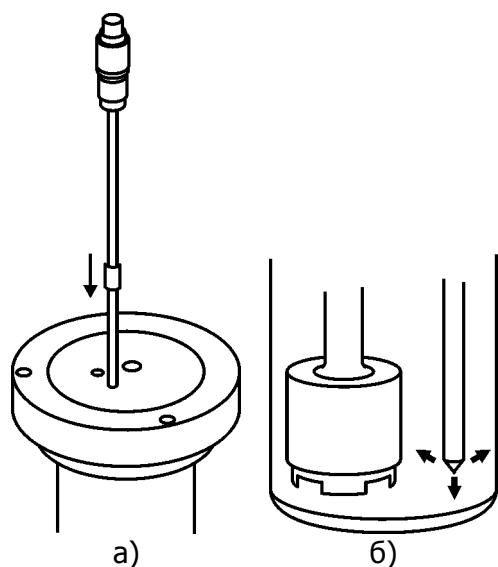

Рисунок 26 — Установка датчика электронного термометра
2.16.17 Вставить датчик электронного термометра в отверстие наименьшего диаметра пробки 4 (см. рисунок 3) и опустить его до упора в дно ячейки. Приподнять датчик на 1.5 мм и опустить отрезок трубки до пробки, зафиксировав тем самым положение датчика (рисунок 26а). Проконтролировать положение датчика в измерительном сосуде. Конеч датчика должен находиться на уровне прорезей в цилиндре 18 и не должен касаться стенки сосуда, дна сосуда и кожуха фильтра (рисунок 26б).